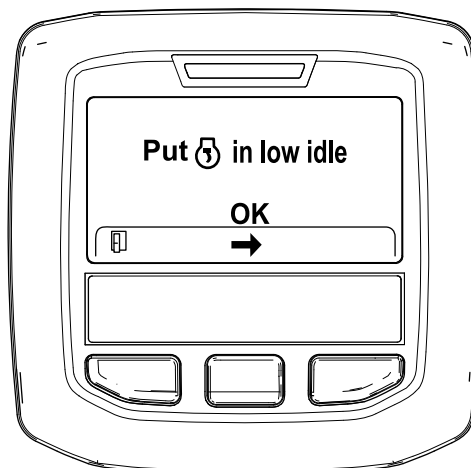

Рисунок 43
6. Переведите дроссельную заслонку в положение МАЛОЙ ЧАСТОТЫ ВРАЩЕНИЯ ХОЛОСТОГО ХОДА и нажмите среднюю кнопку (Рисунок 43).